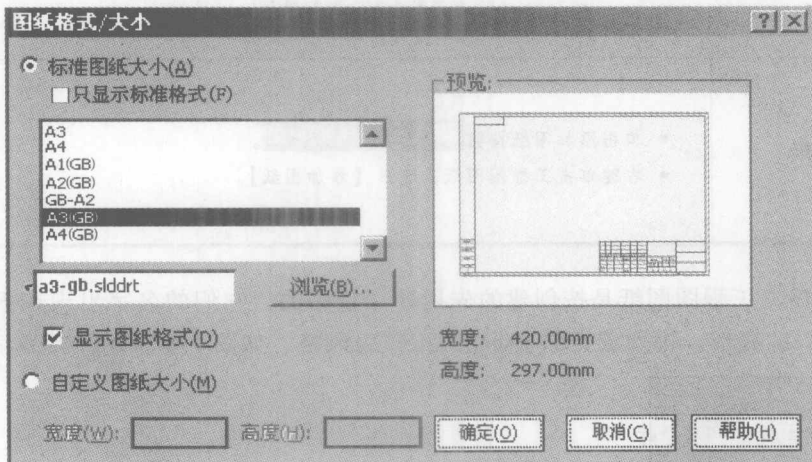

图 1-11 创建新的工程图
创建一个新的工程图文件，选择【标准图纸大小】，不勾选【只显示标准格式】选项，选择【A3 (GB)】标准的图纸格式，如图 1-11 所示。取消【模型视图】对话框。